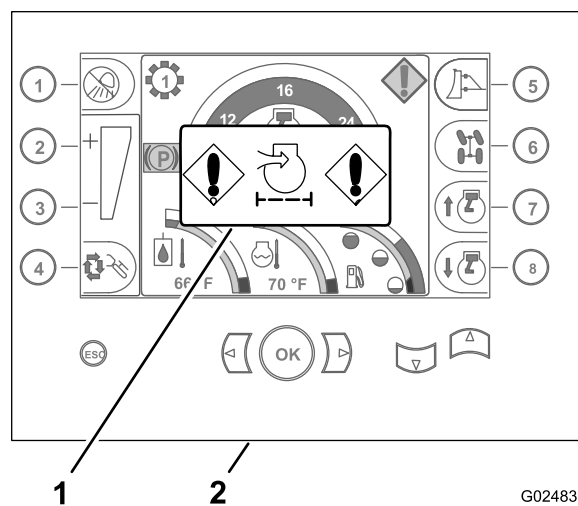

Figura 27
2. Verifique se o indicador de entupimento do filtro de ar é exibido na tela de início da central de comando (Figura 27).